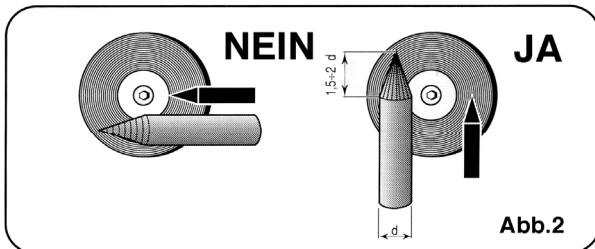

Abb.2
Die Vorbereitung der Elektrodenspitze erfordert besondere Aufmerksamkeit; die Elektrode so zu schleifen, daß die Rillen vertikal verlaufen, wie in Abb. 2 gezeigt.
- Die Elektrodenspitze über eine Länge von 1,5 bis 2 Mal den Elektrodendurchmesser schleifen (Abb. 2).